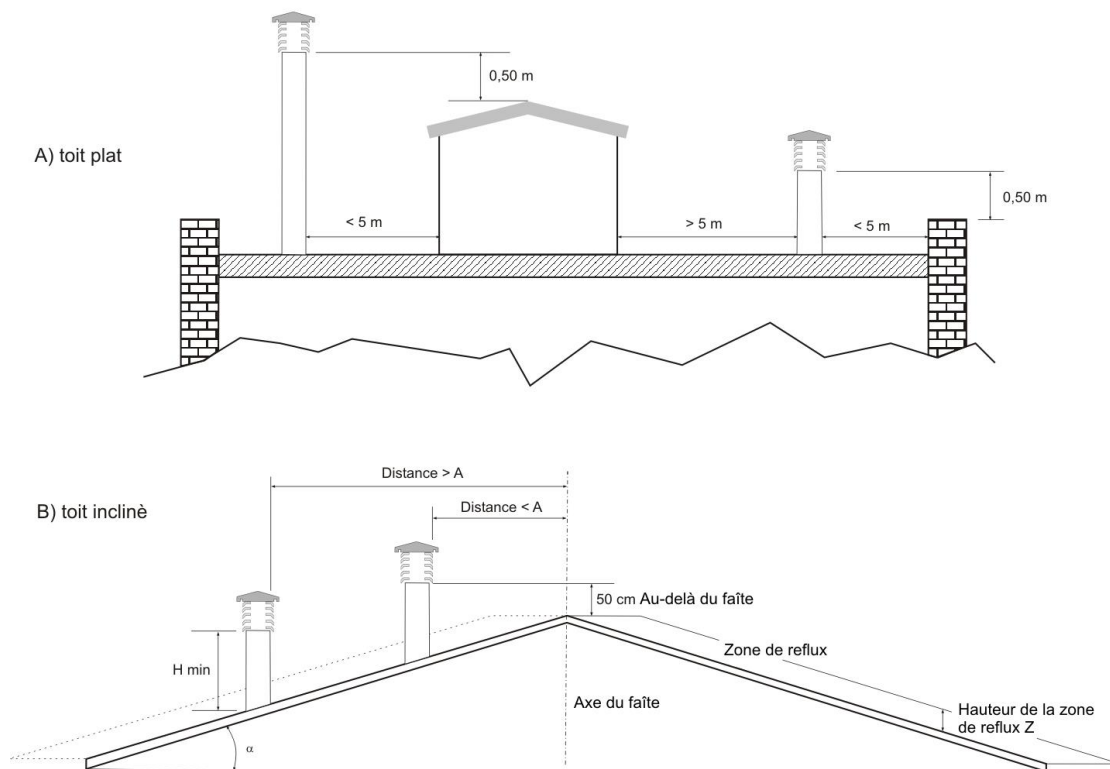

Fig. 5
- Le terminal de cheminée devra être de type anti-vent et dépasser la hauteur du sommet fig.4 et fig.5.